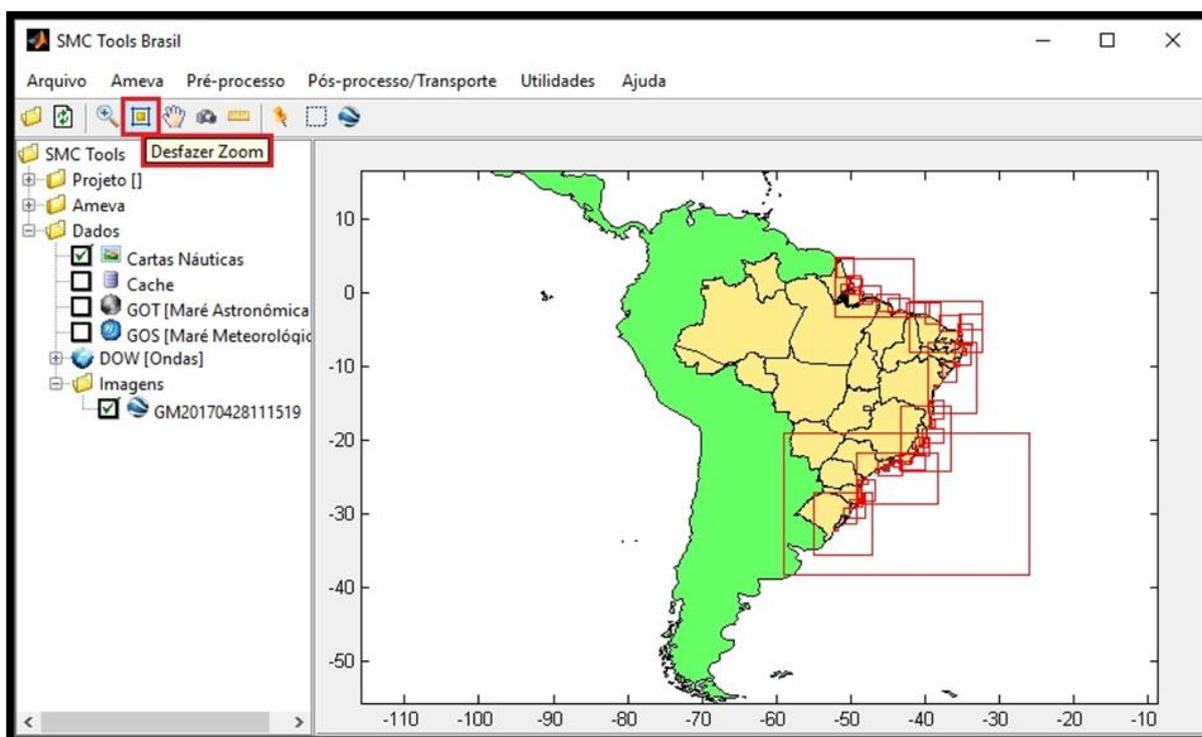

Figura 8 – Ferramenta para ajustar a janela a sua área original. “Desfazer Zoom”.
- 15) Ajustar a área de trabalho da interface gráfica à área original com o botão “Desfazer Zoom” (Figura 8), regressando ao mapa original da América do Sul;